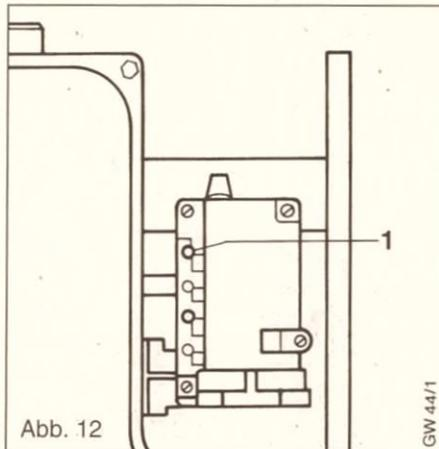

Abb. 12
- Dichtungsschraube des mit „PE“ gekennzeichneten Anschlußdruck-Meßstutzens (1; Abb. 12) 2 bis 3 Umdrehungen lösen.
#### Legende zu Abb. 12